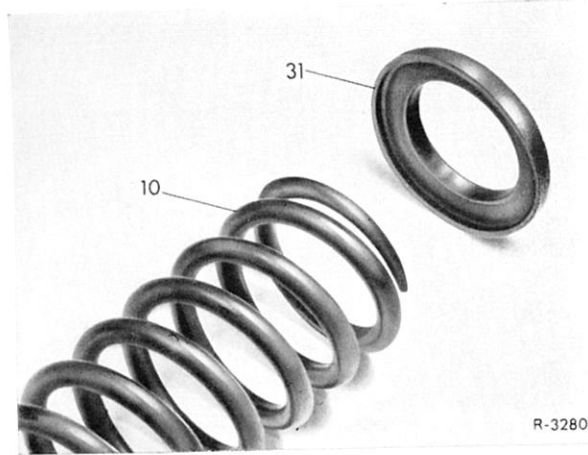

Bild 32-5/5
6 Vorderfeder mit der abgeschliffenen Seite nach oben und aufgelegtem Gummiring (31) einsetzen (Bild 32-5/5).